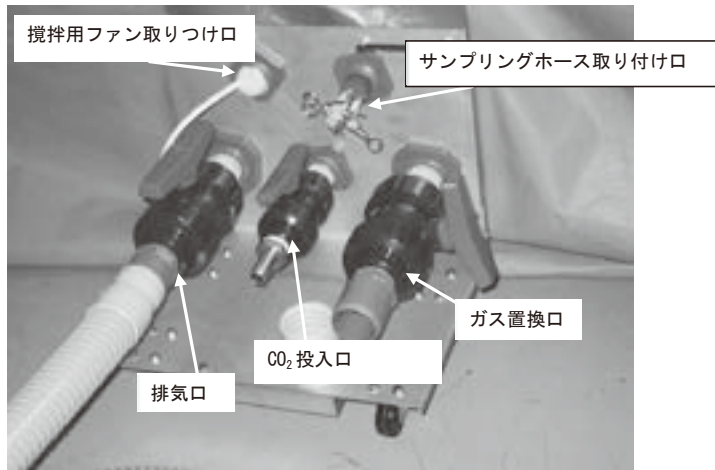
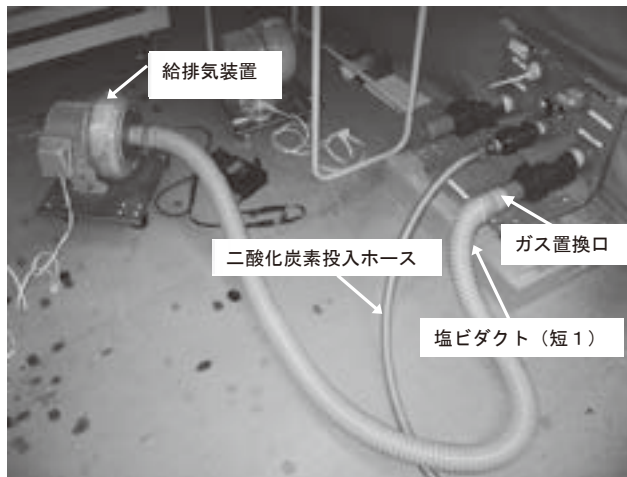
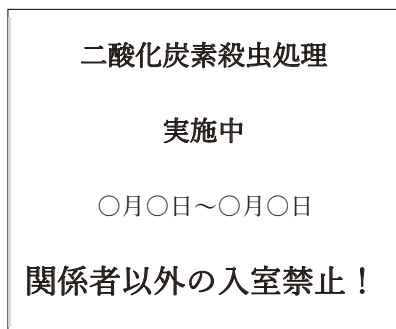

図4 配管機器の取り付け位置 (企画課作成)
図5 配管器具の取り付け位置 (企画課作成)
図6 CO₂処理中の貼り紙
- ⑧ 殺虫バック外部の、配管ユニットに固定用の架台を取りつける (図4)。攪拌用ファンの電気コードを通した後、CO₂の漏洩を防ぐため隙間をパテで塞ぐ。サンプリングホース口にサンプリング用栓を取り付け、バッグ内において上部・中部・下部のサンプリングホースを接続する。この際、CO₂の漏洩を防ぐため栓がきちんとはまっているか確認する。CO₂投入口にCO₂投入コックを取り付け、投入ホースを差し込み、ホースバンドでしっかりとめる。ガス置換口に給排気コックを取りつける。ガス置換口にガス置換コックを取り付け、塩ビダクト (短1) で排気装置の給気口とつなげる (図5)。
- ① 殺虫処理作業では、作業者の安全確保の観点から、万一の際、すぐに連絡が出来るように、作業は2人以上でおこない、チェックシートによる確認を必ず実施すること。
- ② 作業実施に際しては、中央監視室と守衛室に対して文書を以て事前に連絡するとともに、投薬作業開始時とCO₂排出作業開始時には逐次連絡すること。
- ③ 作業場の室温が25℃になっていることを確認する。室温が25℃より低い場合は、個別空調を入れ、適切な室温にする。CO₂処理中は入口付近に、その旨を伝える貼り紙をしておくこと（図6）。また、個別空調のスイッチ付近に「CO₂処理中はエアコンを止めないでください」という貼り紙をする。
- ④ 開口したシートのファスナーを痛めないように、ファスナーが内になるように折り畳む。
- ⑤ 移動棚の通路となる部分に養生マットを敷く（写真7）。移動棚などを入れる際には、養生マットの上を通してバッグの中に入れること。
- ⑥ 処理中のバッグ内の温湿度の状態を把握するため、データロガーを1台、バッグ中央辺りの棚に設置する。データロガーには磁石がついているものもあるが、処理中に落ちる可能性があるため、棚板の上に置くこと。
- ⑦ バッグのファスナーを閉める。きちんと閉めておかないとCO₂の漏洩につながる。バッグ周辺を点検し、バッグが膨張したとき、とがったものなどが当たらないよう整理する。※このとき、CO₂投入口、排気口、サンプリングホー
ス、攪拌用ファン電気コードなどの各種接続部分を図4および図5を参照しながら接続状態を確認する。